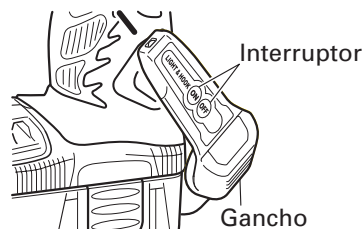

Fig. 11
(2) La dirección de la luz se puede ajustar dentro del alcance de las posiciones 1 - 5 del gancho. (Fig. 11)